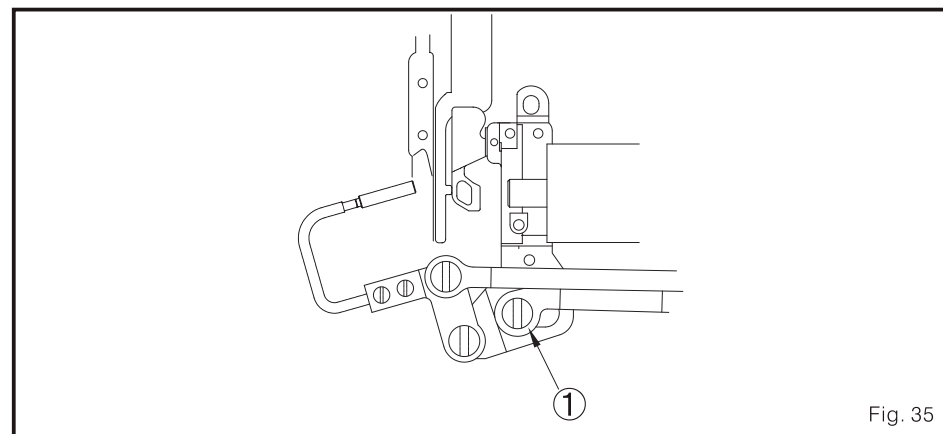

Fig. 35
(1) solta o parafuso da barra conector 1 da facas móvel. (Fig. 35)